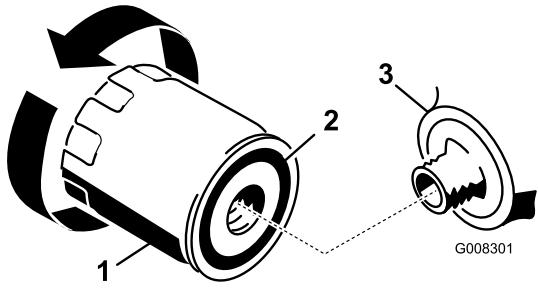

Figura 24
2. Retire el filtro usado y límpie con un paño la superficie de la junta del adaptador del filtro (Figura 24).
3. Aplique una capa fina de aceite del motor nuevo a la junta de goma sobre el filtro nuevo (Figura 24).
5. Apriete el filtro 1/2 a 3/4 de vuelta más (Figura 24).